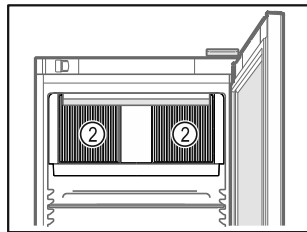

Fig. 59
- Ventilatiesleuf Fig. 59 (2) van de ventilator in de binnenruimte vrijhouden.